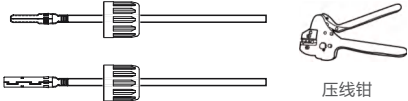

图3.27 将金属端子压接到线缆上
- 使用专用压线钳将金属端子压接到线缆上 (如图3.27 所示)。